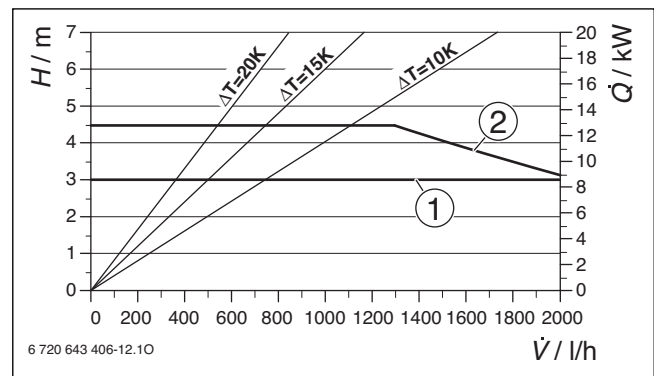

Bild 211 Pumpenkennlinien
**Legende zu Bild 211 und 212:**